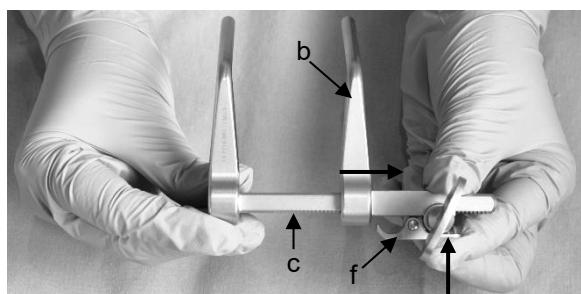

Fig. 7a
4. Per potere avvitare la seconda vite di distrazione nel corpo vertebrale, occorre preparare il distrattore di CASPAR destro (LMJ-5) in modo corrispondente. A tale scopo, fare scorrere il braccio mobile (b) del distrattore di CASPAR sulla guida dentata (c) verso l'esterno fino a quando è possibile rimuoverlo, rilasciando al contempo il dispositivo di blocco (f) premendo in direzione della guida dentata (c) (Fig. 7a).